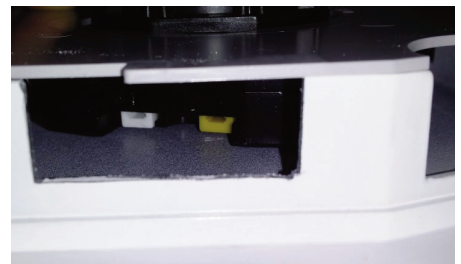

Abbildung 1
1. Betätigen Sie den **weißen** Schalter am Motor bis er einrastet (Abb. 1)
1. Betätigen Sie den **gelben** Schalter am Motor bis er einrastet (Abb.1)